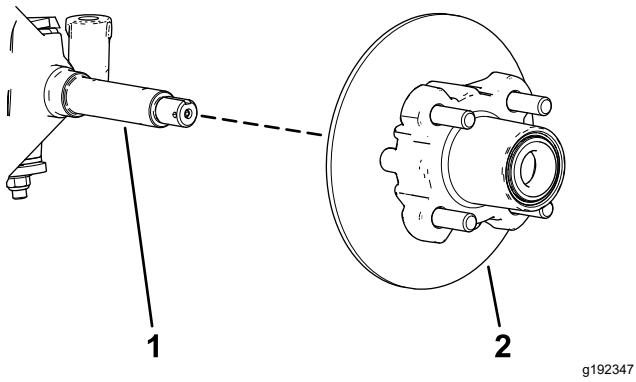

Figura 30
6. Retire a porca do eixo do eixo e afaste o conjunto do cubo e o rotor do eixo (Figura 29 e Figura 30).